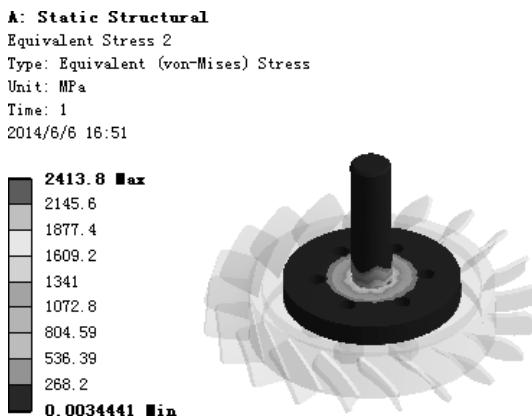

图 7.6.14 应力结果图解 (link-shaft)
(4) 查看 link-shaft 应力结果图解。在“Outline”窗口中选中  Equivalent Stress 2，查看图 7.6.14 所示的零件 shaft 的应力结果，其最小应力为 0.0034441MPa，最大应力为 2413.8MPa。